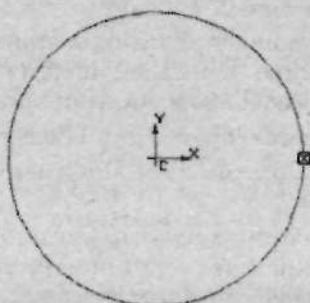

Рис. 2.15. Выделенная окружность
1. Выделите объект (в данном случае окружность), тип линии которого вы хотите изменить. Для этого щелкните по нему дважды (рис. 2.15).